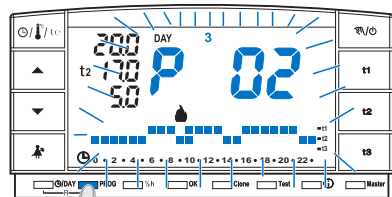
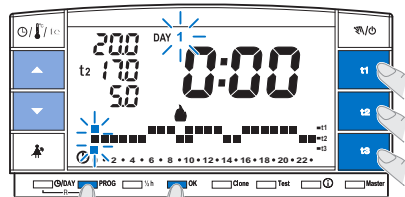

Abb. 14
Abb. 15
- Um die zuvor abgespeicherten Einstellungen des Programms **P01**, **P02** oder **P03**, zu verändern, drücken Sie die Taste **PROG** um die Programmanzeige aufzurufen, und anschließend die Tasten **▲▼** (oder mehrmals die Taste PROG), bis auf dem Display die Nummer des Programms (**P 01**, **P 02** oder **P 03**) angezeigt wird, das verändert werden soll (Abb. 14), drücken Sie die **Taste OK (oder die taste PROG) für 4 Sekunden** um auf der Veränderung zuzugreifen (Beispiel in Abb. 15); ist der zu verändernde Tag nicht Montag, drücken Sie ein- oder mehrmals **OK** bis der gewünschte Tag ausgewählt ist.
- Fahren Sie mit der Veränderung des Tagesprofils über die Tasten **t1**, **t2** oder **t3** fort (Beispiel in Abb. 15).